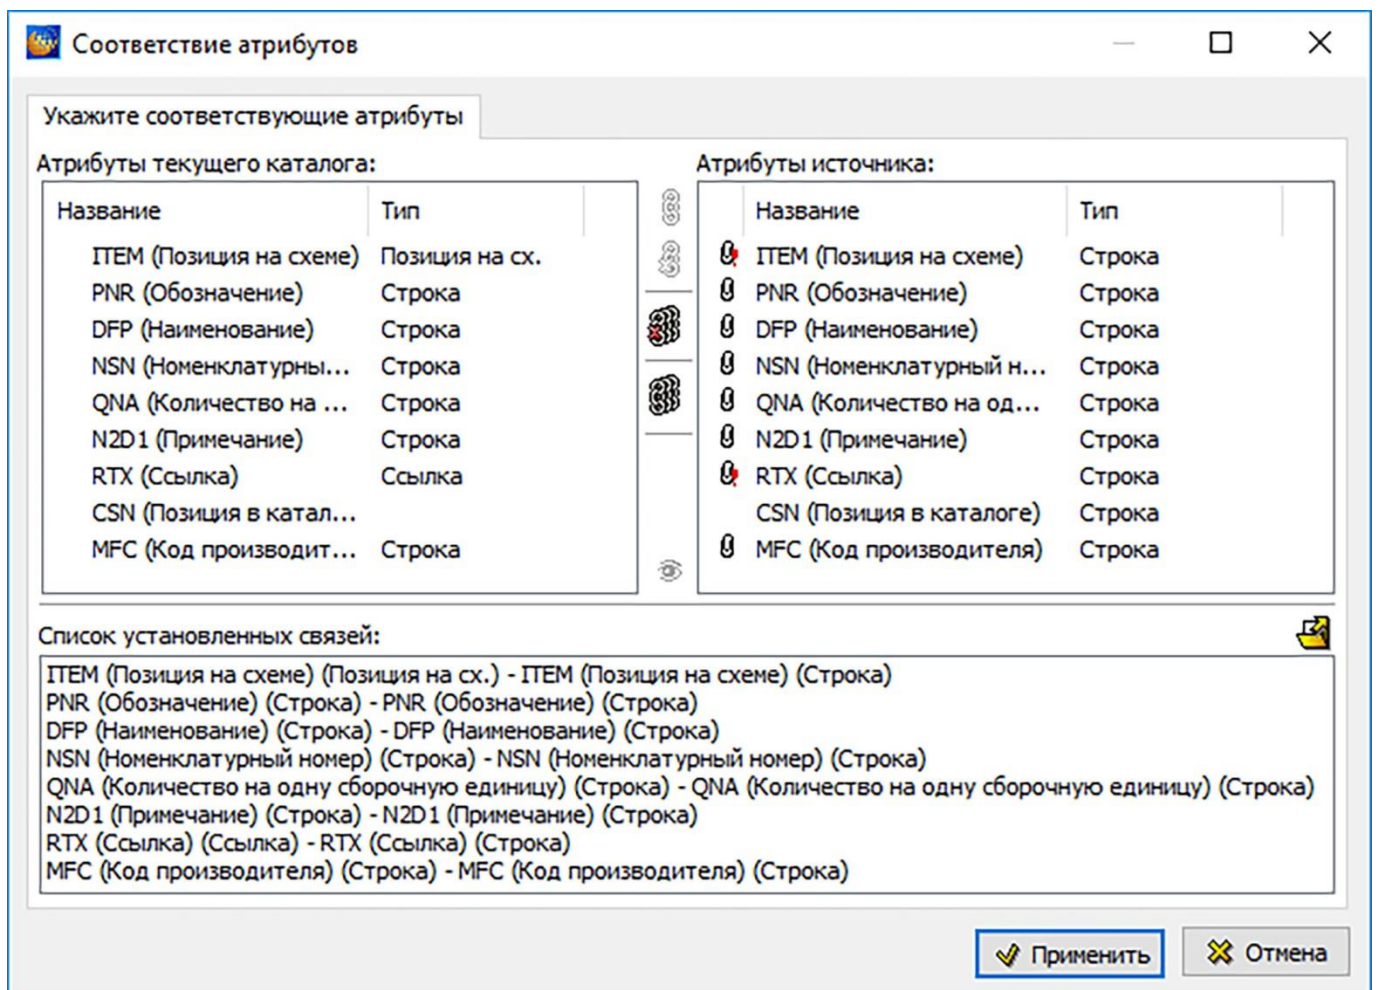

Рисунок 441
7) Инструмент **Автоматическое связывание атрибутов**  применяется для ускорения процесса связывания атрибутов на основании совпадения названий. При этом в нижнем окне **Список установленных связей** появится список связей (рисунок 441).